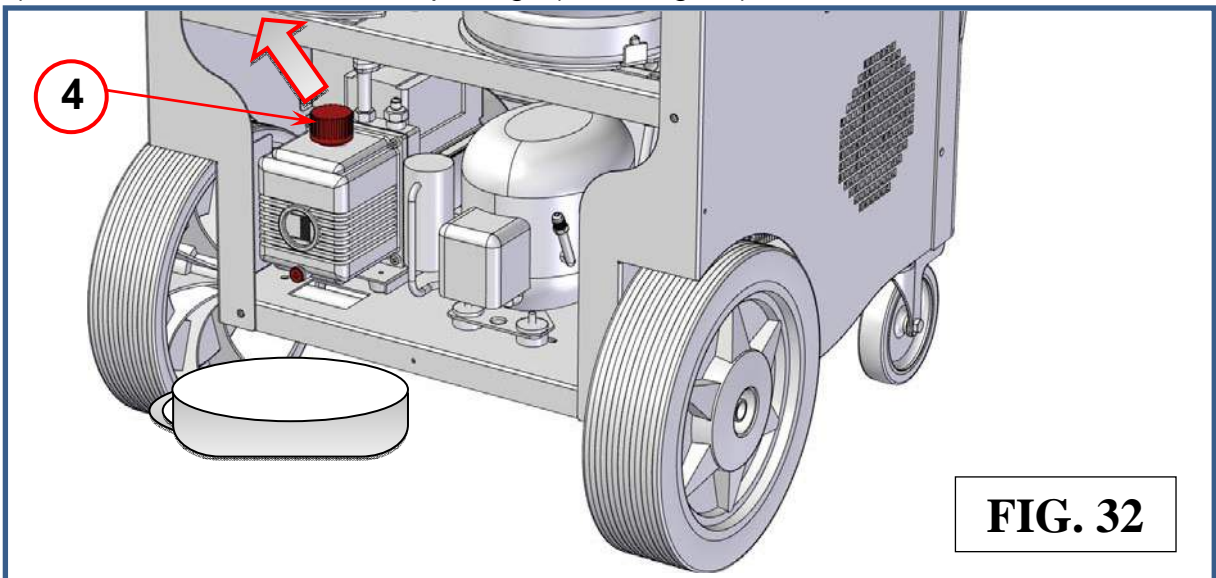

FIG. 32
- 4) Dévisser le bouchon de remplissage (réf. 4, Fig. 32).